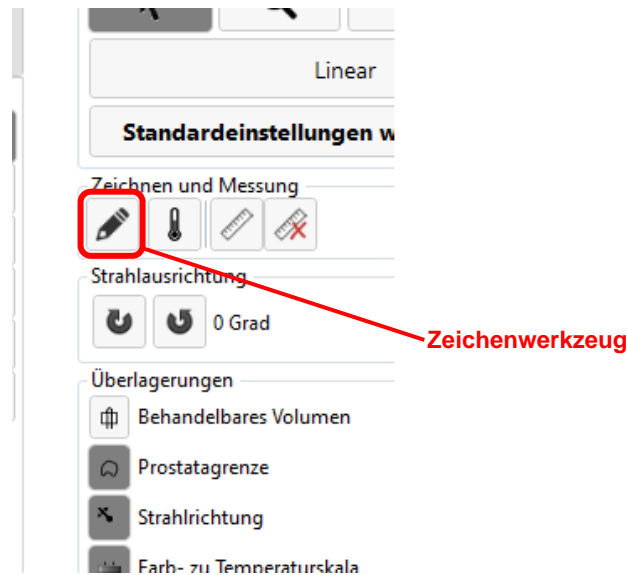

Abbildung 60: „Zeichenwerkzeug“ für die Prostatagrenze im Bildschirm „Wärmezufuhr“
2. Klappen Sie das rechte Feld im Arbeitsbereich „Wärmezufuhr“ nach dem Anhalten der Verabreichung auf, um das Zeichenwerkzeug für die Prostatagrenze auszuwählen (*Abbildung 60*).